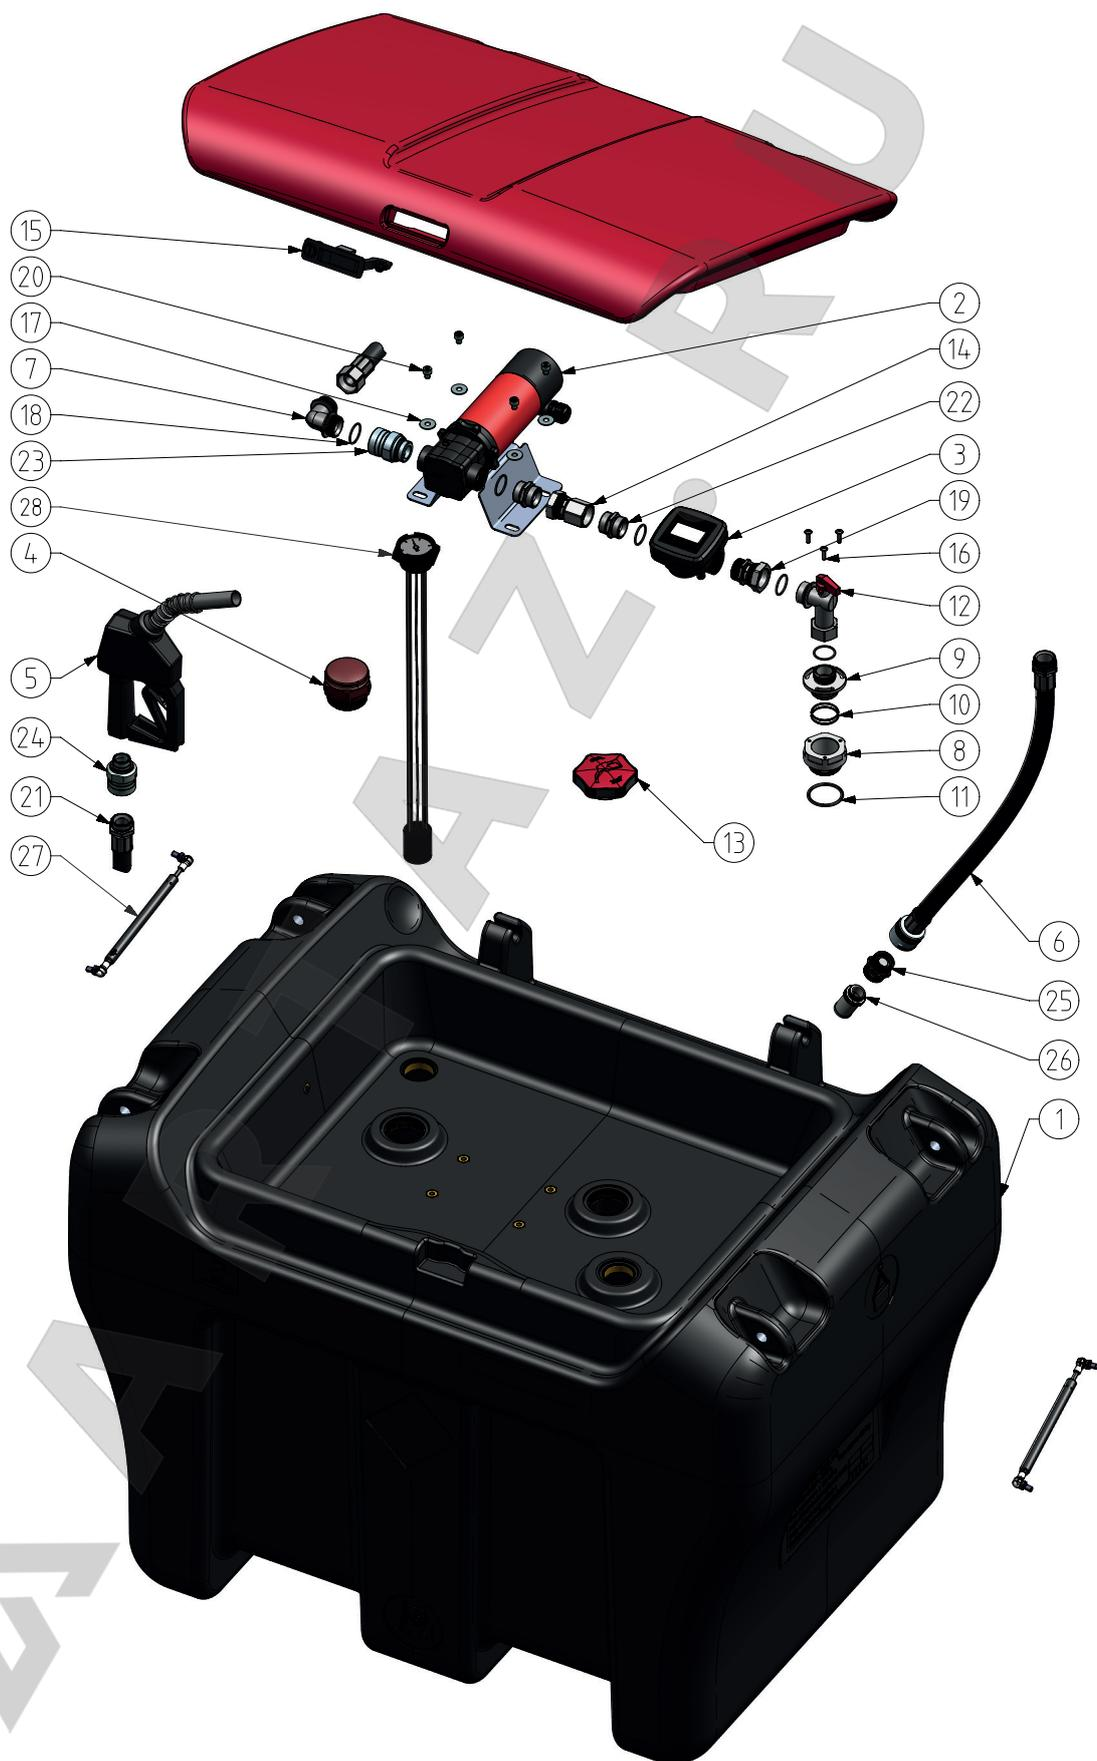

Рис. 18.-1: Взорванный вид mobiMASTER-54 л/мин
- Извлеките заправочный пистолет (Рис. 18.-1; поз. 5) из держателя и вставьте его в заливную горловину автомобиля. Не нажимайте на спусковой крючок, пока насос (а рис. 18.-1; поз. 2) не работает.
- Включите электропитание с помощью переключателя, расположенного на правой стороне дизельного насоса. (Рис. 18.-1; поз. 2)
Таб. 18.-1: Обзор отдельных частей для рис. 18. -1